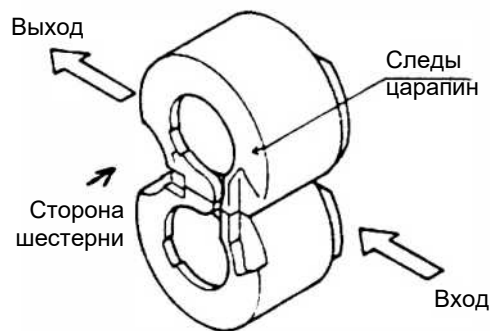
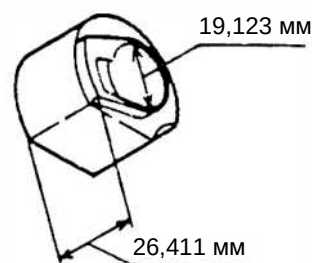

Рис. 9-13
Рис. 9-14
(2) Проверка подшипников (рис. 9-13, рис. 9-14)
Внутренний диаметр: 19,123 мм (рис. 9-14).